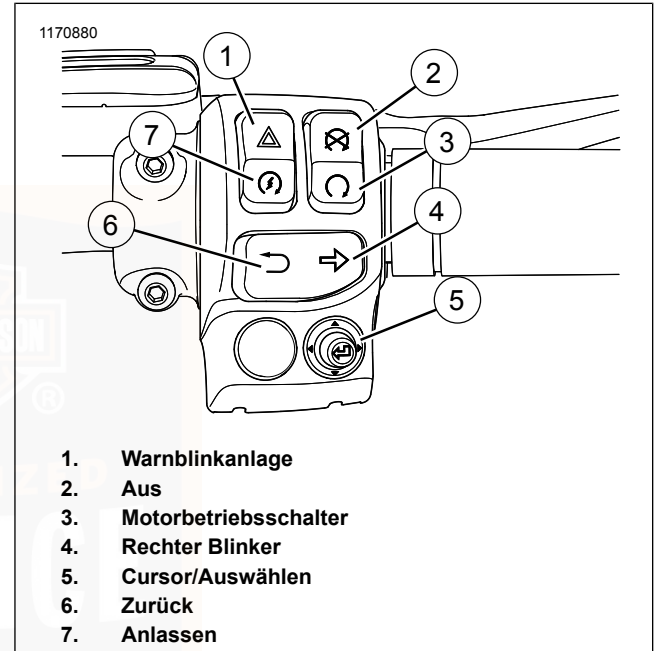

Abbildung 26. Rechtes Schaltermodul (typisch)
Siehe Abbildung 26. Der Warnblinkerschalter (1) dient zur dauerhaften Aktivierung des Vierfach-Warnblinkers bei einem liegengebliebenen Motorrad. Mithilfe der Warnblinkler kann das Motorrad mit ausgeschalteter Zündung zurückgelassen werden, bis Hilfe geholt wird. Siehe Tabelle 35.
Siehe Abbildung 26. Den Motorbetriebsschalter in Stellung OFF (AUS) (2) drücken, um den Motor abzustellen. Siehe Tabelle 35.
Siehe Abbildung 26. Den Motorbetriebsschalter in Stellung RUN (BETRIEB) (3) drücken, damit der Motor angelassen und betrieben werden kann. Der Motorbetriebsschalter muss sich in der Stellung RUN (BETRIEB) befinden, damit der Motor angelassen und betrieben werden kann. Siehe Tabelle 35.
Siehe Abbildung 26. Den rechten Blinkerschalter (4) zur Aktivierung des rechten Blinkers betätigen. Siehe Tabelle 35.
Siehe Abbildung 26. Mit der Fünfwege-Taste „CURSOR/AUSWÄHLEN“ (5) werden bei entsprechend ausgestatteten Fahrzeugen Radiofunktionen betätigt. Siehe BOOM! BOX BEDIENUNGSANLEITUNG. Siehe Tabelle 35.
Siehe Abbildung 26. Mit dem hinteren Schalter (6) können bei entsprechend ausgestatteten Fahrzeugen Radiofunktionen bedient werden. Siehe BOOM! BOX BEDIENUNGSANLEITUNG. Siehe Tabelle 35.
2. Siehe Abbildung 26. Den Motorbetriebsschalter in die BETRIEB-Stellung bringen (3). Das Getriebe in den Leerlauf schalten. Die (grüne) Leerlauf-Kontrollleuchte leuchtet auf. Siehe Anlassen des Motors (Seite 138).
3. Den Anlasser durch Drücken des Anlasserschalters (7) betätigen. Siehe Tabelle 35.